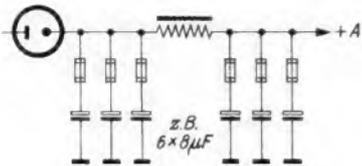

Bild 1. Zusatzsicherungen im Netzteil eines Kraftverstärkers
**Bild 1.** In einem Kraftverstärker bestehen die Elektrolytkondensatoren im Netzteil aus mehreren parallelgeschalteten kleineren Einheiten. Wenn während des Betriebes ein Teilkondensator durchschlägt, schmilzt die ihm zugeordnete Sicherung ab, ohne daß die Übertragung unterbrochen wird. Ungünstigstenfalls nimmt das Netzbrummen etwas zu. Zur Gerätepflege gehört, daß man von Zeit zu Zeit prüft, ob noch alle Sicherungen in Ordnung sind. Eine etwa durchgeschlagene zeigt sofort an, welcher Kondensator schadhaf ist und ausgewechselt werden muß. Durch diesen kleinen Schaltkniff wird die Betriebssicherheit der Anlage ganz beträchtlich erhöht und die Wartungsarbeiten können in ganz kurzer Zeit durchgeführt werden, weil die Fehlersuche auf Minutenbruchteile abgekürzt ist.